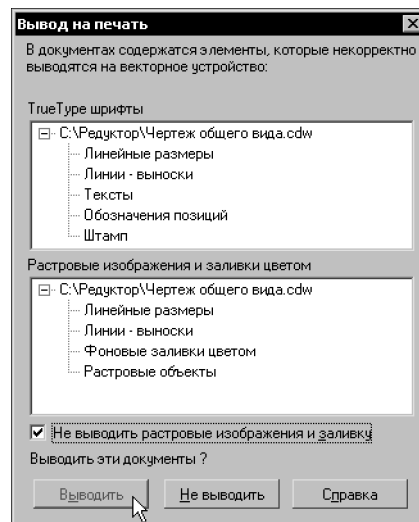

Рис. 85.8. Предупреждение при печати на векторное устройство
- ▼ Такие графические объекты, как шрифты TrueType, сплошные заливки цветом и растровые изображения, не могут быть корректно выведены на векторное устройство. Поэтому при попытке напечатать документ, содержащий перечисленные объекты, на экране появляется предупреждение (рис. 85.8).